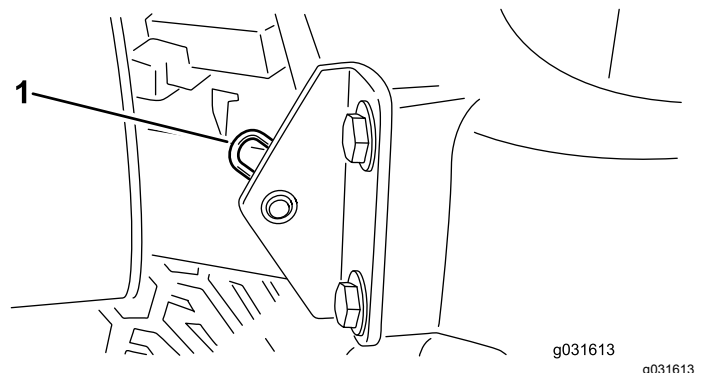

Figura 58
2. Retire el pasador que fija el pivote del capó a los soportes (Figura 58).